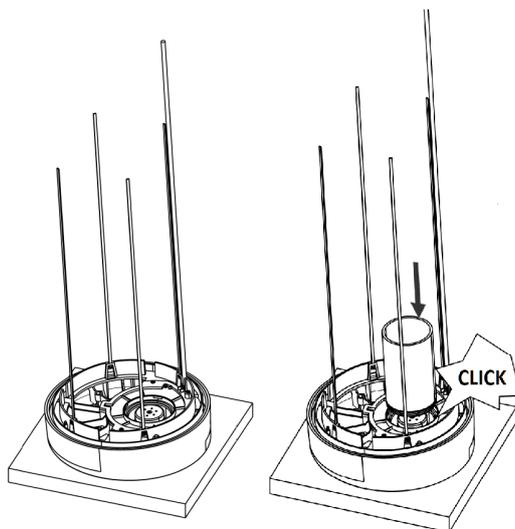

Figure 10 - Préparation du chapeau de ventilation (tube de $\varnothing 90$ mm)
1. Déposez la face externe du chapeau de ventilation (1) sur un morceau de carton découpé dans l'emballage et placé sur une surface stable. Le chapeau de ventilation est équipé d'attaches prémontées.
2. Insérez le tube de $\varnothing 90$ mm (3) avec les rainures à l'intérieur du chapeau jusqu'à ce qu'il s'enclenche (voir Figure 10 ci-dessous). Placez ensuite l'isolation autour du tube. Vous devez impérativement enfoncer celle-ci tout contre le chapeau.